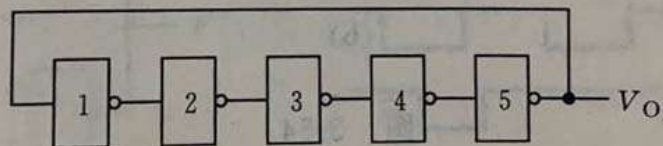

图 3-58
3.16 计算图 3-58 所示由 TTL 门组成的环形振荡器的频率? 门的平均传输时间  $t_{Pd} = 20\text{ns}$ 。